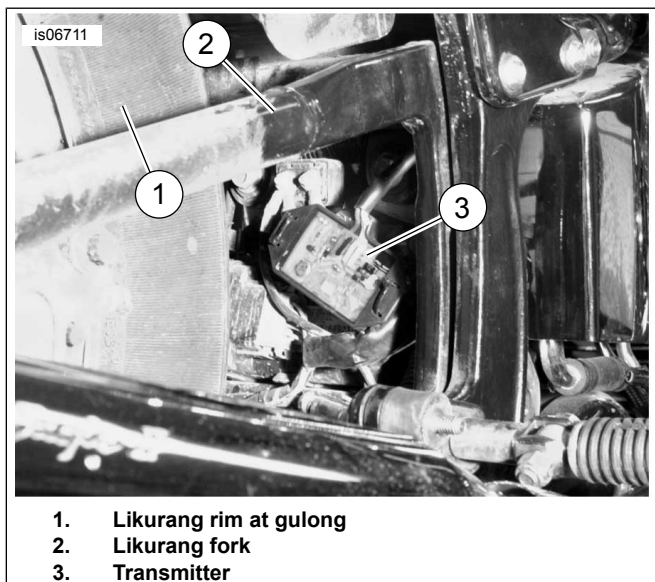

Figure 5. Transmitter Mounting, 2000-2017 Softail Except Deuce (Ipinakikita ang FLSTC)
3. Tingnan ang Figure 5 . Gumamit ng mga kableng strap para ikabit ang transmitter (3) sa harness ng kable na matatagpuan sa pagitan ng frame, likurang fork (2), at likurang gulong (1).